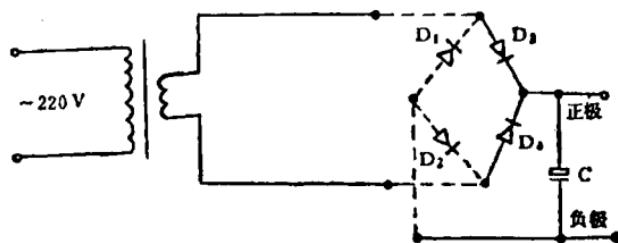

图 8-1 单组代双组
(1) 单组代双组的方法：按常规方法，将新变压器安装固定于原变压器位置上。图 8-1 中的 D₃、D₄ 为原机上的全波整流二极管，现用型号或性能与 D₃、D₄ 相同的两只二极管（即图 8-1 中的 D₁、D₂），按图 8-1 所示，与 D₃、D₄ 接成桥式整流电路。另用一根导线将 D₁、D₂ 的正极与电路负端（一般为接地端）相接，次级两根引线分别焊于 D₃、D₄ 正极，无须再作其他更改，即可保证输出符合原机要求的电压。